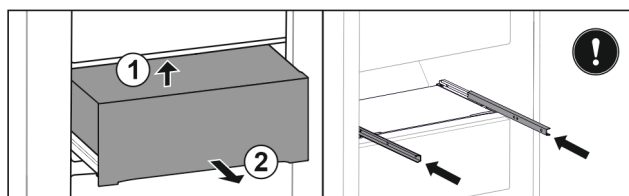

Fig. 99
- ▶ Ridicați sertarul de jos spate. Fig. 99 (1)
- ▶ Extrageți sertarul spre înainte. Fig. 99 (2)